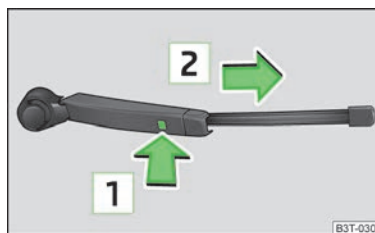

Fig. 49
- Abatir el brazo de la escobilla separándolo del parabrisas y colocar la escobilla en posición perpendicular al brazo » fig. 49.